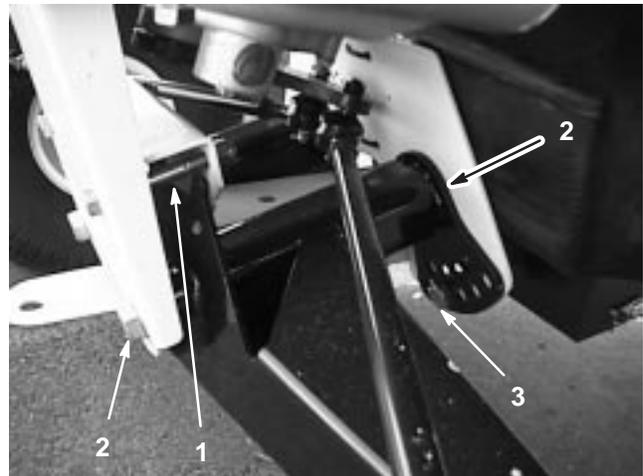

Figure 34
2. Enlevez le boulon limiteur de course (Fig. 34).
3. Desserrez les boulons de centrage dans le bras triangulé avant (Fig. 34).
4. Retirez le boulon de réglage de hauteur de caisse (Fig. 34).
5. Tournez le bras triangulé avant à la position voulue (voir la note ci-après), puis remettre en place le boulon de réglage de hauteur de caisse (Fig. 34).
7. Remettez le boulon limiteur de course (Fig. 34).